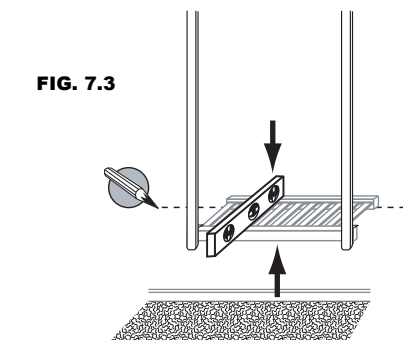

FIG. 7.3
- Mettre la tablette à niveau (de l'avant vers l'arrière) et tracer une ligne de niveau sur le mur arrière en dessous de la tablette. (Fig. 7.3). Retirer la tablette.